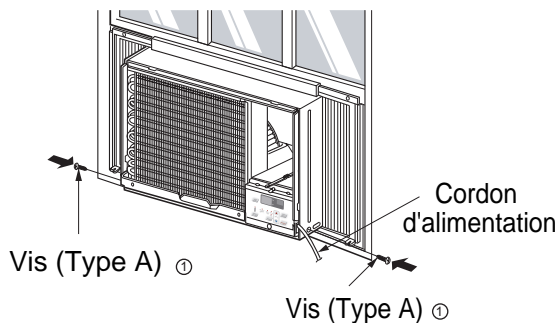

Fig. 7
10. Glissez l'appareil dans le boîtier. (Fig. 7)